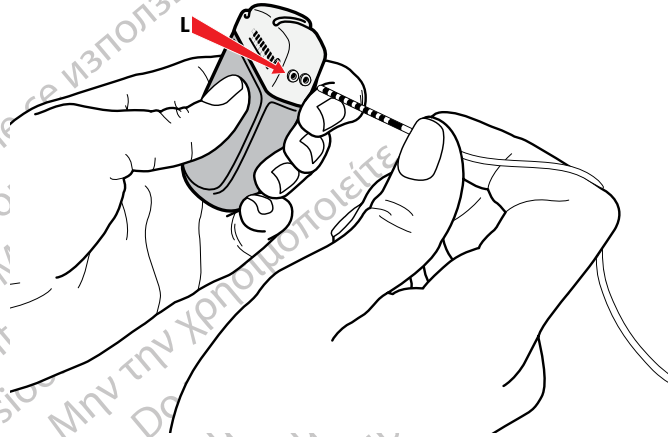

Рисунок 37. Подключение к порту L ИГИ
- а. Подключите удлинитель левого полушария к порту L (или C) (Рисунок 37).